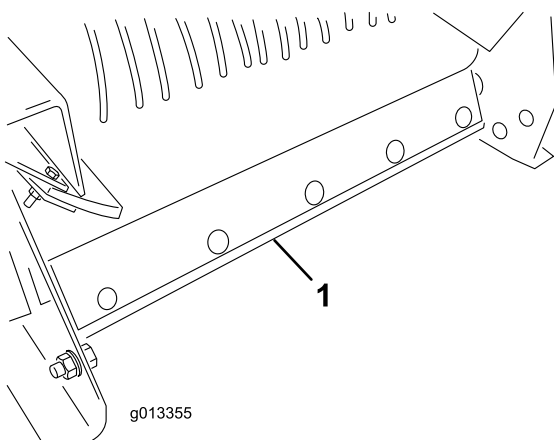

図 60
6. プロパスの後部からベルトスクレーパアセンブリを取り外す **図 60**。